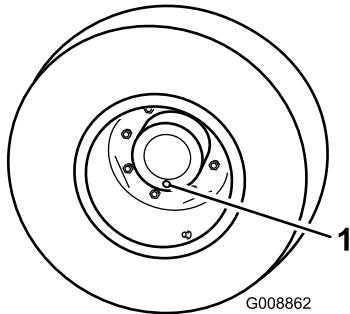

図 67
1. 平らな場所で、点検・ドレンプラグが一番低い位置時計の6時の位置に来るよう停止させる図 67。